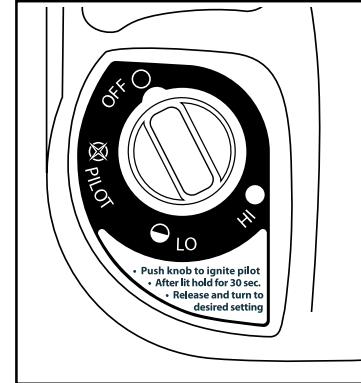

Figure 1 : de la position.
- Assurez-vous que le bouton de commande quatre positions est la position « OFF » (voir figure 1).
- Assurez-vous que le bouton de commande à quatre positions est à la position "OFF (Arrêt)" (voir figure 1, à gauche).